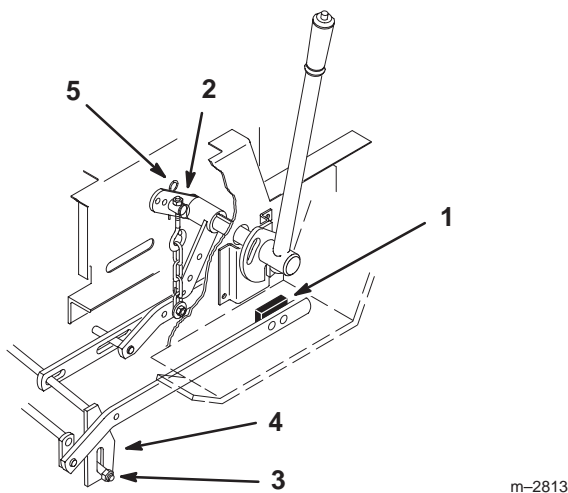

Bild 18
4. Wenn die Stoßstangen nicht die Fußstützen berühren, stellen Sie die Hubkette ein. Drehen Sie die Mutter am Augbolzen im hinteren Loch des Traktorhubs (Bild 18). Drehen Sie die Mutter im Uhrzeigersinn, um das Mähwerk anzuheben, oder entgegen dem Uhrzeigersinn, um es abzusenken.